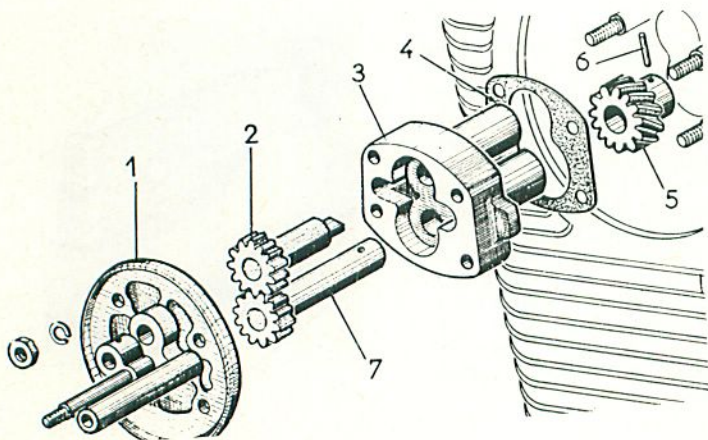

Figure 29.
— Mettre en place le corps de pompe (3, fig. 29), en engageant la roue de commande (5) dans le pignon hélicoïdal de l'arbre à cames. Monter le pignon mené (2, fig. 29) en cherchant à engager le tournevis mâle dans la fente d'entraînement de l'arbre de commande. Si le pignon mené ne s'engage pas à la fois dans la fente de l'arbre de commande et dans les dents du pignon menant (7), c'est que la dent de la roue de commande (5) engagée dans le pignon hélicoïdal de l'arbre à cames ne convient pas.